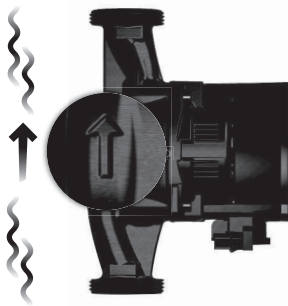

Рис. 2 Направление потока
1.	Стрелки на корпусе насоса указывают направление потока перекачиваемой жидкости. См. рис. 2.